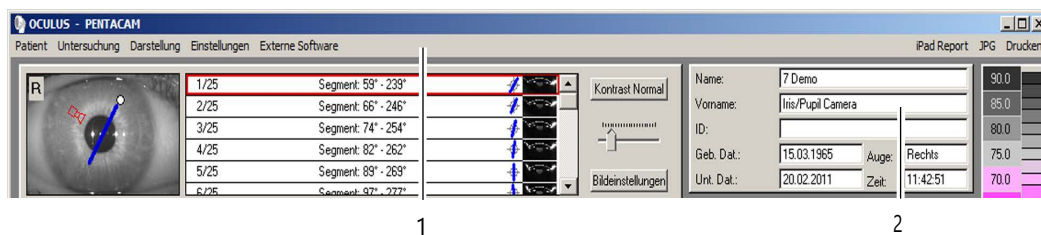

Fig. 8-1: Barra de menus do programa Pentacam® / Pentacam® HR
- ➔ Selecione no programa Pentacam® (Fig. 8-1, página 28) o item do menu [Exame] (Examination) e clique em [Varrimento] (Scan).